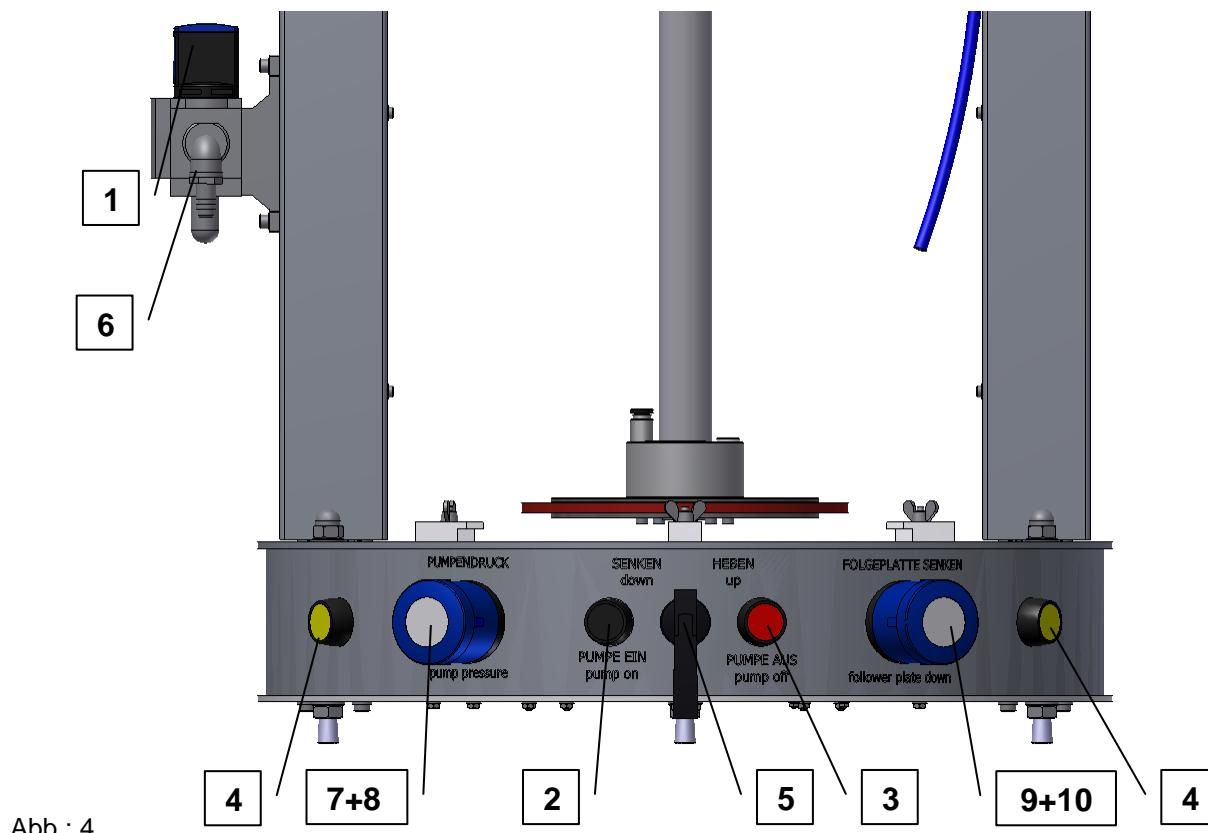

Abb.: 4
- Drehschalter auf Mittel-Position stellen siehe Abb.: 4, Pos. 5
Beim Überfahren des Magnetschalters *Pos. 1* wird die Steuerung der Anlage aus dem "Zweihandbetrieb" in den "Automatikbetrieb" gestellt. Die Anlage fährt die Pumpe im Automatikbetrieb, mit dem eingestellten Pumpendruck, automatisch nach unten. Sobald die Pumpe eingeschaltet wird (siehe Abb.: 4, *Pos. 2*, Pumpe ein), beginnt der "Förderbetrieb".
Ist der Förderbetrieb beendet, wird die Pumpe über den Drehschalter "Heben" (siehe Abb.:4, *Pos. 5*) aus dem Gebinde herausgefahren und schaltet beim Überfahren des Magnetschalters *Pos.3* zurück in den "Zweihandbetrieb".
- Drehschalter ist auf SENKEN gestellt. (Einstellung am Druckregler siehe Abb.: 4, Pos. 10 beachten!) Folgeplattendruck langsam auf den nötigen Wert erhöhen.